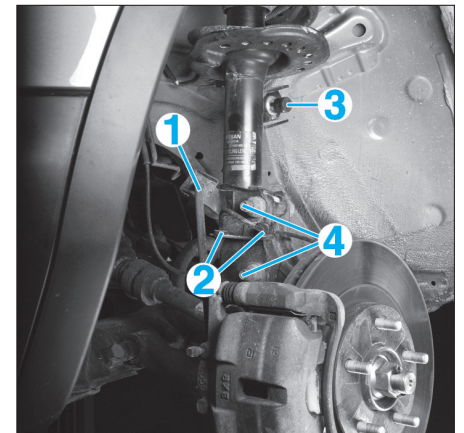

Fig. 4
- le flexible de frein (1) (Fig.4),
- le faisceau du capteur de vitesse de roue (2).
- l'écrou de rotule de biellette de barre stabilisatrice (3),
- les boulons de fixation (4) de l'élément de suspension sur le pivot.